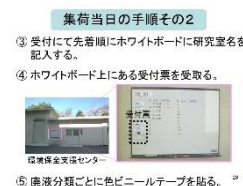

図1. 廃液集荷の配布資料
報告事項： 1. 目的 実験・研究に用いられる化学物質には法規に基づいた適正な管理が求められ、さらに取り扱う学生の安全を確保する必要がある。そこで本講習会を介し、学内における廃液集荷に関する基礎知識・規則、さらに化学物質のリスクアセスメントの周知徹底を図ることで学生の安全教育の一端を担う事を目的とする。 2. 概要 ① 実験廃液に関わる法規、さらに廃液取扱時の安全性を考慮した廃液集荷・搬出ルール学習 ② 廃液分類表に沿った処理過程、混合禁止薬品の紹介 ③ 化学物質のリスク評価システムを活用した、健康障害防止等のための化学物質リスクアセスメント 3. まとめ 感染症拡大防止のため、オンライン上で廃液集荷は資料公開(図1)、リスク評価は動画公開として講習を実施した。講習後のアンケートでは、動画でわかりやすかったなどのコメントがあり、好評であった。今後、さらに廃液・リスクアセスメント全般において分かりやすい講習会にしていきたいと考えている。この場をお借りして、本講習会でご協力・ご支援いただいた関係諸氏に感謝申し上げます。